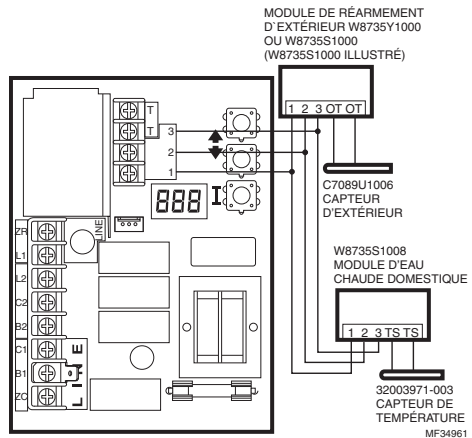

Fig. 6. Raccordement du module de réarmement d'extérieur et du module d'eau chaude domestique.
4. Brancher le capteur dans la carte de circuit imprimé en appuyant le connecteur du capteur contre le connecteur homologue de la carte de circuit imprimé (consulter la Fig. 6).